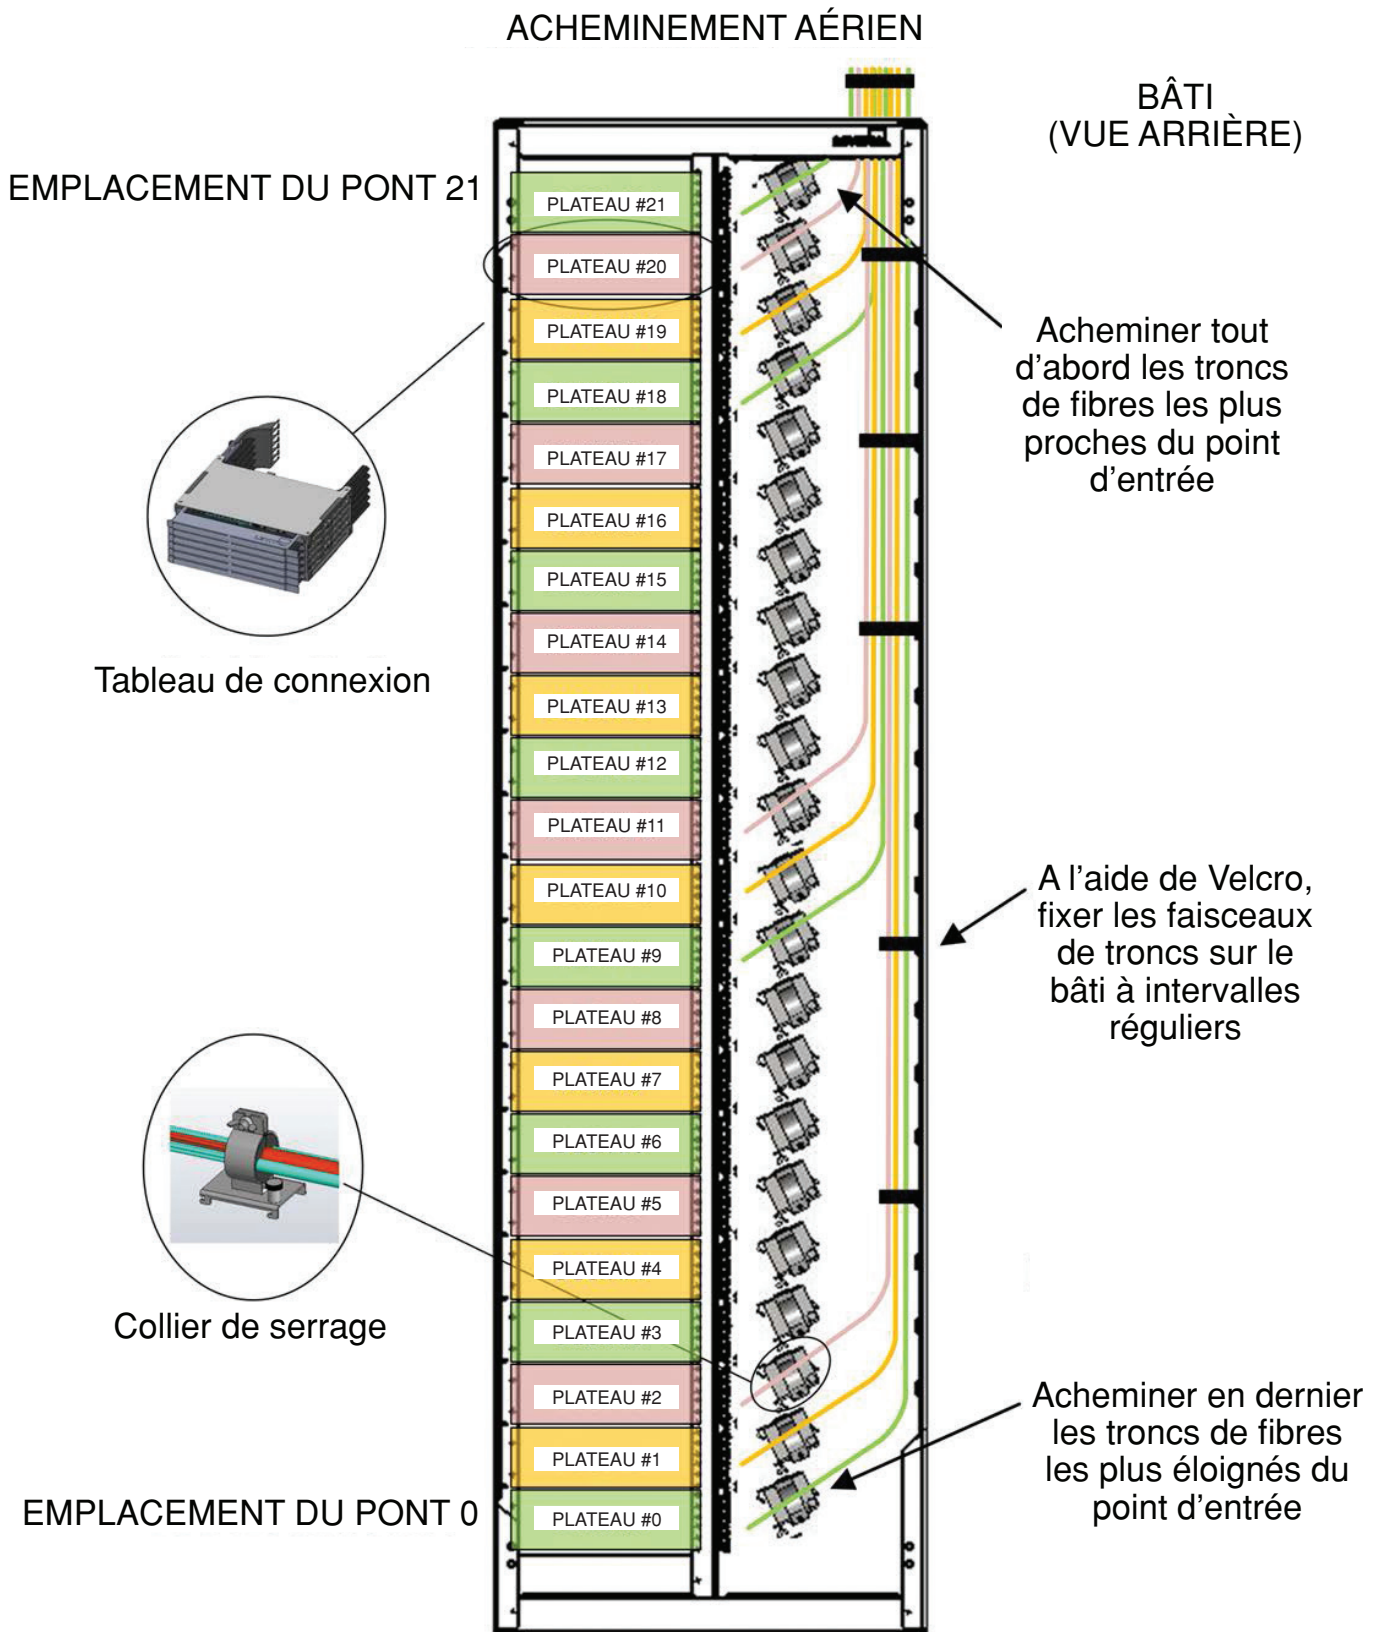

Figure 19
6.1.3.1 Positionner et acheminer tout d'abord les câbles qui arrivent dans l'entrée du bâti facilitera un meilleur contrôle du rayon de courbure et l'utilisation du point d'entrée du bâti. (voir la figure 19)